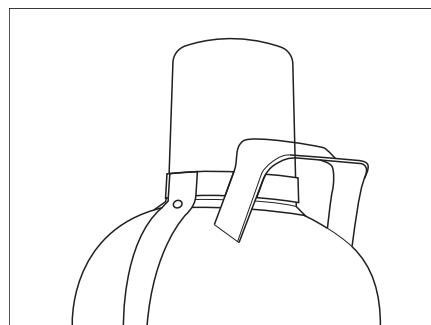

Figura 50 Bombona de gas durante la conducción
- Colocar la cubierta protectora en la bombona de gas (Figura 50).